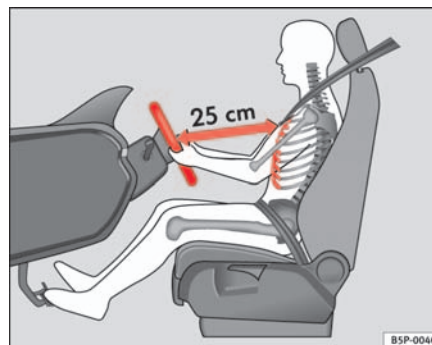

Fig. 130 Posição correcta do banco do condutor
- Ajustar o volante, até ser atingida a posição pretendida ⇒ fig. 130.
- Ajustar o banco do condutor ou o volante, de modo a que a distância entre o volante e o esterno seja de pelo menos 25 cm ⇒ **página 165, fig. 130**. Se não se respeitar a distância mínima, o sistema de airbag não pode exercer a sua função de protecção – perigo de vida!